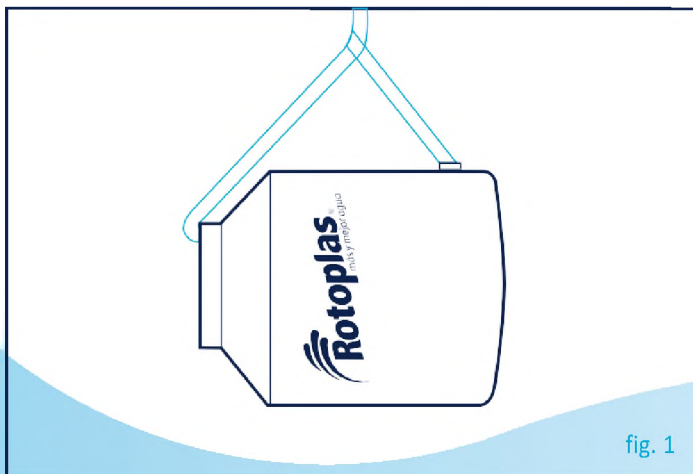

fig. 1
B. Pase una cuerda por el orificio de la conexión termofusionada, y saque ésta por la boca de salida (fig. 1)